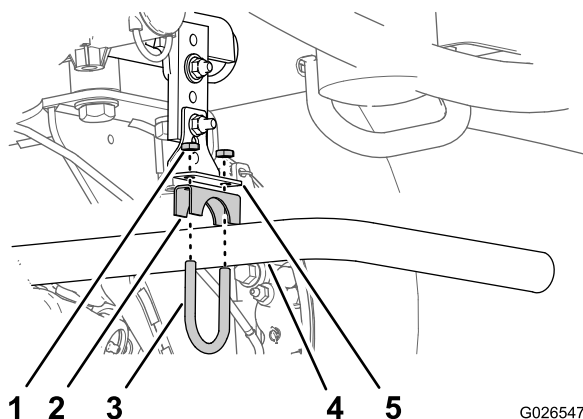
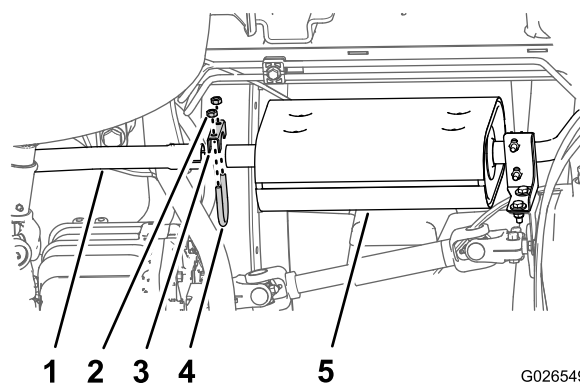

Figure 2
Figure 4
1. Sur la patte de suspension d'échappement et le support de tuyau d'échappement, retirez les 2 écrous, l'étrier fileté et l'assise de l'étrier qui fixent le tube arrière au support (Figure 2).
3. Retirez les 2 écrous, l'étrier fileté et l'assise de l'étrier qui fixent le tuyau arrière au tuyau de sortie du silencieux (Figure 4).
4. Déposez le tuyau arrière de la machine, et mettez le tuyau au rebut (Figure 2 et Figure 4).